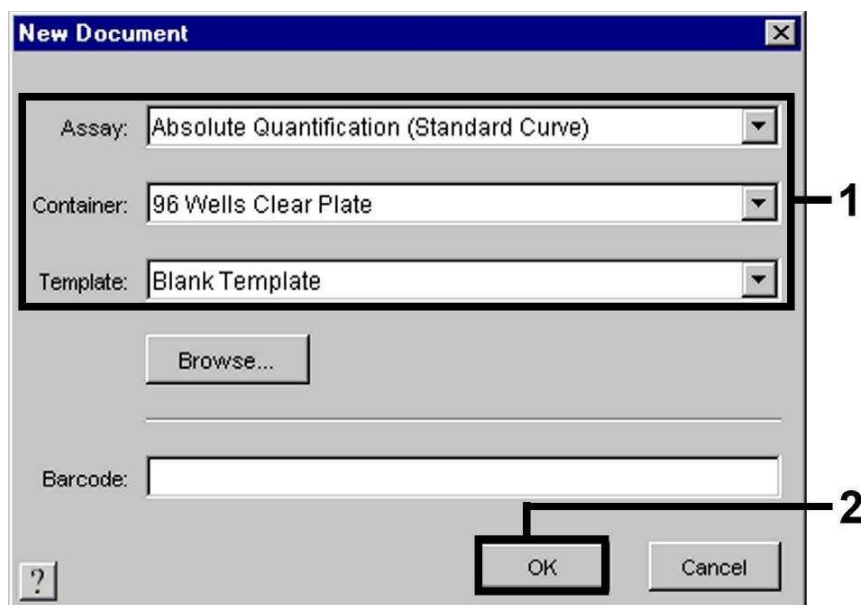

Fig. 11: Preajustes al crear un nuevo ensayo de PCR (*New Document*).
Seleccione la opción *New* del menú *File* en el *ABI PRISM 7900HT SDS* e introduzca los siguientes ajustes básicos para el nuevo documento (véase la Fig. 11). El ensayo grabado anteriormente (*ABI PRISM SDS Template Document (*.sdt)*) aparece en la lista *Template* o bien puede seleccionarlo mediante la función *Browse* (véase 8.5.2.5 Almacenamiento de la reacción de PCR). Confirme sus datos (OK).